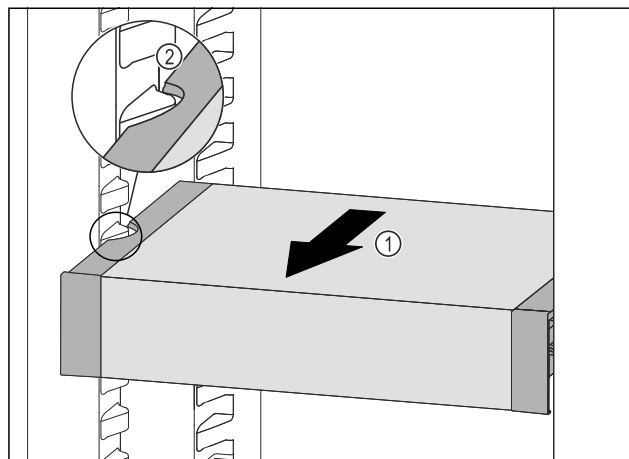

Fig. 209
- ▶ VarioSafe pociągnąć w przód Fig. 209 (1), aż boczne wycięcia szuflady VarioSafe będą się znajdować na wysokości żebrowej pojemnika w chłodziarce. Fig. 209 (2)